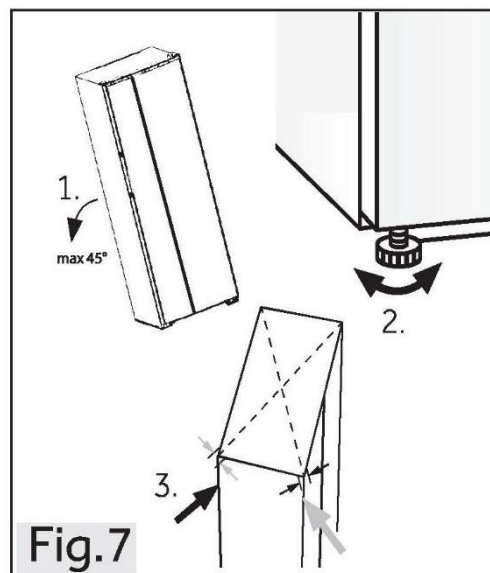

Fig. 7
1. Przechylił urządzenie lekko do tyłu (rys. 7).